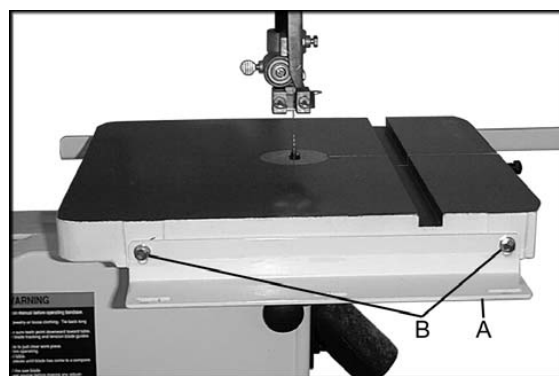

Fig. 2
3. Прикрепите передний направляющий уголок (А, Рис. 2) к столу станка, используя два болта М6Х20, две контршайбы 1/4" и две плоские шайбы 1/4" (В, Рис.2). Не затягивайте болты.